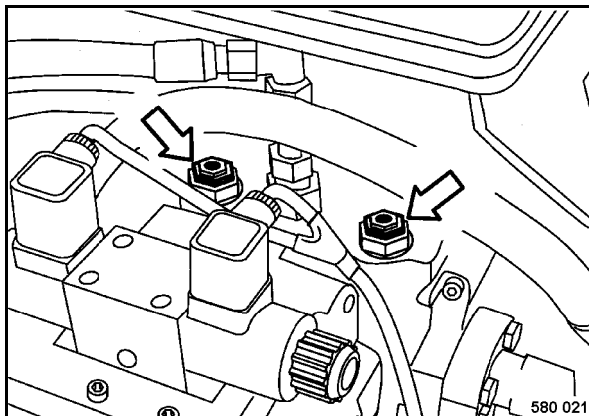

Fig. 63
- Desenroscar el hexagonal de ambas válvulas (Fig. 63) por aprox. 2 a 3 vueltas.